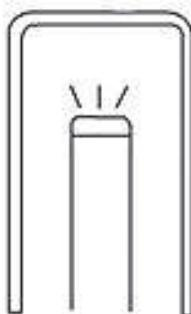

Рис. 4.3
3. Вставьте дистальный конец эндоскопа в колпачок баланса белого, как показано на рис. 4.3. Держите неподвижно колпачок баланса белого и эндоскоп, чтобы изображение на мониторе не размывалось.